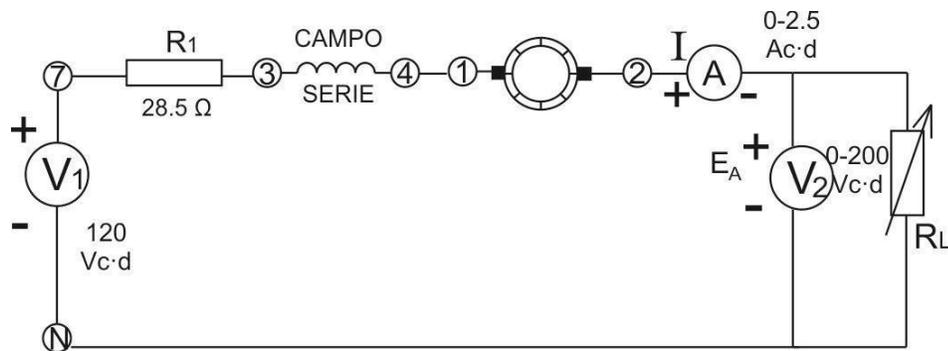

Figura 7
- Conecte el generador serie en el circuito como se indica en la figura 7.